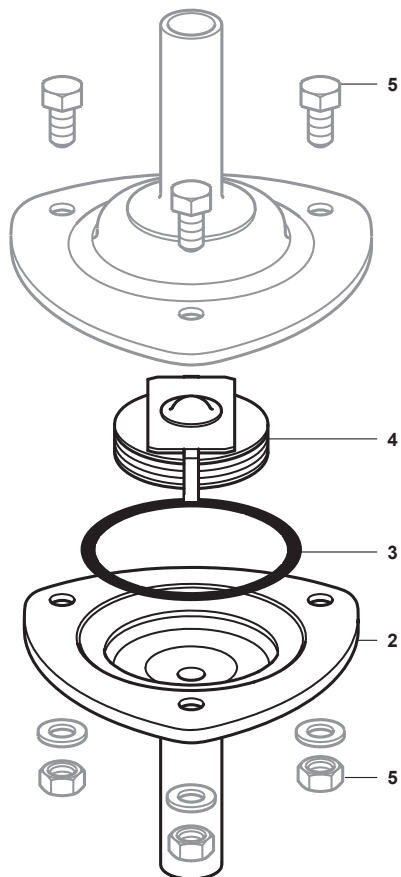

図. 6 BTM7
- 次いで、内部シート、「O」リング(3)および要素組立(2)を有する端部接続部(4)を、清掃または交換のために取り外すことができる。再組立時の要素アセンブリ(2)が正しい位置に取り付けられていることを確認してください(図6参照)。